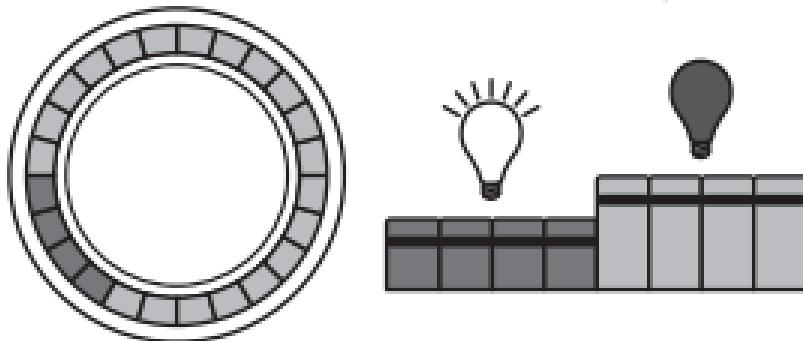

Рисунок 1. Программирование секторов таймера
5.1. Вдавленные сектора таймера задают интервалы времени включения нагрузки, не вдавленные – отключения (Рисунок 1).